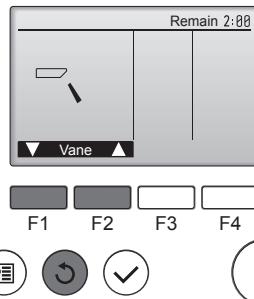

Fig. 7-4
- ② Pritisnite gumb [ODABERI] radi prikaza zaslona Rad lopatica, a zatim pritisnite gume [F1] i [F2] da biste provjerili auto lopaticu. (Fig. 7-4)